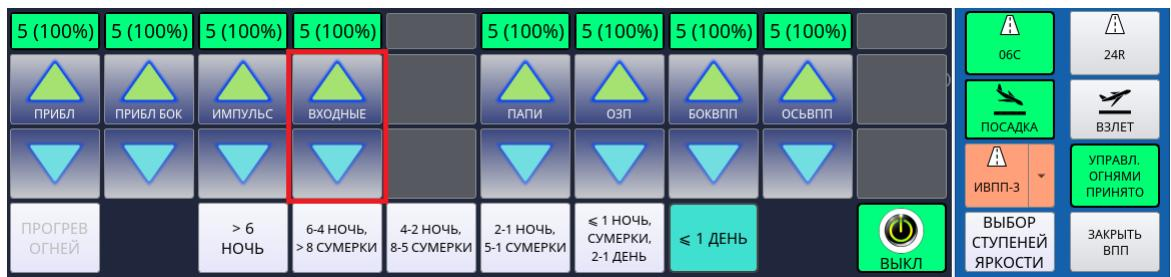

Рисунок 15
В результате индикатор уровня яркости огней отобразит выбранный уровень и процент яркости для настраиваемого типа огней ВПП, пример см. рис. 15.
**Выключить все группы огней ИВПП:** кнопкой  левой панели пульта управления, пример см. рис. 15.